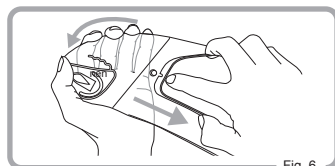

Fig. 6
- ③ Sørg for, at den overordnede silikoneforsegling i Pinlock® Original Insert Lens er godt fastgjort på skærmen ved at montere skærmen på hjelmen. Hvis der er et mellemrum mellem dem, se "Sådan monteres Pinlock® Original Insert Lens efter fastgørelse", og justér linsen.
- ④ Skræl beskyttelseshinden af Pinlock® Original Insert Lens.
- ① Tag skærmen af hjelmen.
- ② Fjern Pinlock® Original Insert Lens fra påsætningsstifterne ved at bøje skærmen. (Fig. 6)